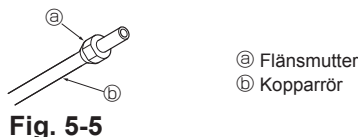

Fig. 5-5
5.2.3. S tta p  mutter (Fig. 5-5)